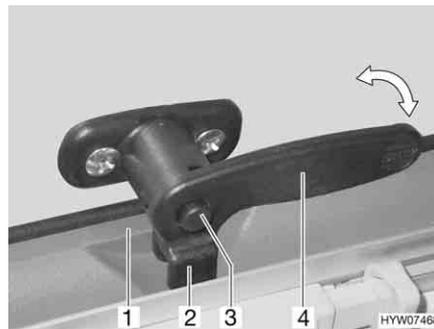

Fig. 73 Levier de verrouillage avec bouton de sécurité en position "Fermé"
- Le cas échéant, appuyer sur le bouton de sécurité (Fig. 73,3) et le maintenir enfoncé.
- Tourner le levier de verrouillage (Fig. 73,4) d'un quart de tour vers le centre de la fenêtre.